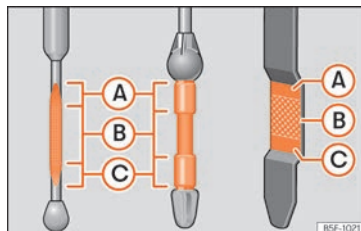

Abb. 244 Ölschab
»» **Abb. 244.** Füllen Sie gegebenenfalls Motoröl nach.
- Wenn der Ölstand mindestens den Bereich »» **Abb. 244 (B)** erreicht hat, vorsichtig den Deckel des Einfüllstutzens aufschrauben »» ⓘ.
Liegt der Ölstand über dem Bereich »» **Abb. 244 (A)**, starten Sie den Motor bitte nicht. Dies könnte zu einer Beschädigung des Motors und des Katalysators führen. Wenden Sie sich an einen Fachbetrieb.
Der Ölstand darf keinesfalls über dem Bereich »» **Abb. 244 (A)** stehen, andernfalls könnte Öl über die Entlüftung der Motorölwanne angesaugt werden und über die Abgasanlage in die Atmosphäre gelangen.